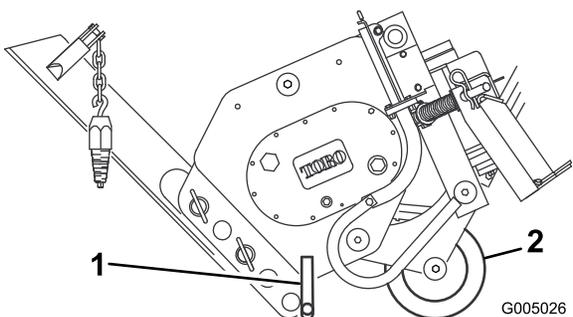

Bild 8
3. Schwingen Sie das Messer nach oben und befestigen Sie es, wie in Bild 8 dargestellt.
4. Kippen Sie den Pflug nach vorne und senken Sie ihn auf den Boden oder Anhänger ab; der Ständer und Bügel sollte das Gewicht des Pflugs abstützen (Bild 8).